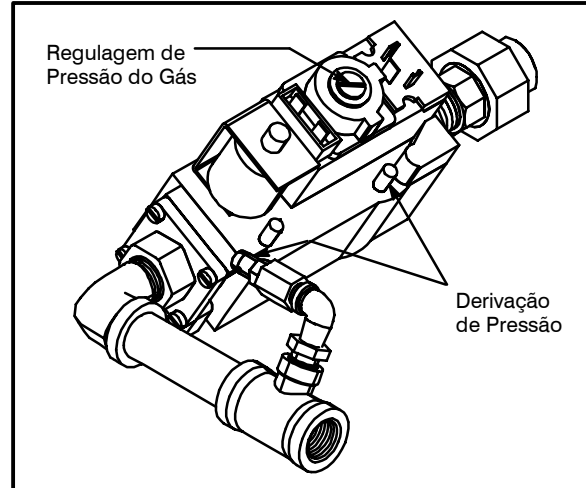

Figura 20
7. Regular a pressão do gás, se necessário. Veja Figura 20.